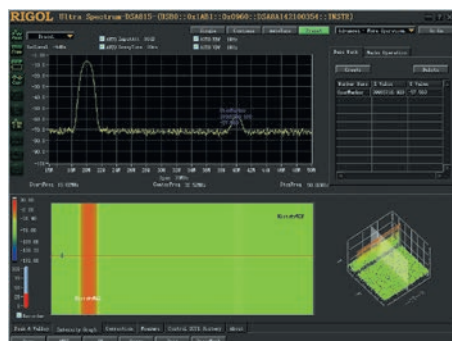

Рис. 33. Отображение спектров сигналов в виде графика, сонограммы и трехмерном виде в ПО Ultra Spectrum
- Отображение истории спектрограмм (рис. 33) с отображением сонограммы, а также спектрограммы сигнала в 3D виде в одном из четырех вариантов: Амплитуда-Частота-Время (A-F-T), Частота-Время (F-T), Частота-Амплитуда (F-A) и Время-Амплитуда (T-A);